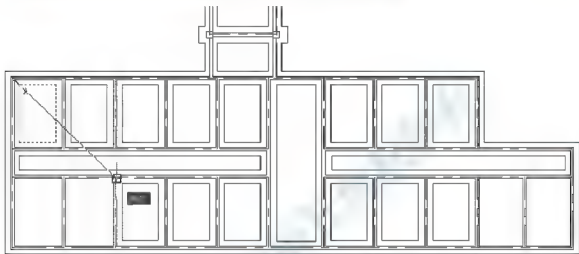

图 5.14 复制大放脚
(3) 将上面绘制的大放脚由【基础墙】图层换到【大放脚】图层。
(4) 在命令行输入“CO”并按 Enter 键, 启动【复制】命令。
① 在**选择对象**: 提示下, 选择刚才偏移并经修剪后的大放脚作为被复制的对象, 按 Enter 键进入下一步命令。
② 在**指定基点或 [位移(D)] < 位移 >**: 提示下, 捕捉 A 点作为复制基点。
③ 在**指定基点或 [位移(D)] < 位移 >**: **指定第二个点或 < 使用第一个点作为位移 >**: 提示下, 分别捕捉所有“3900”开间基础墙左上角的阴角点处, 如图 5.14 所示。
④ 用相同的方法绘制右下角两个“3600”开间的大放脚。